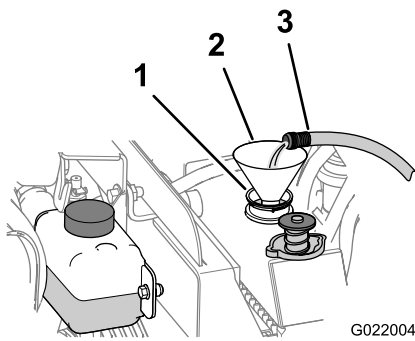

Bild 84
- B. Füllen Sie den Kühler mit sauberem Wasser (Bild 84).